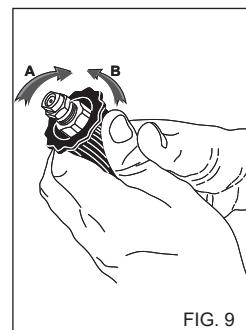

FIG. 9
### UTILIZAÇÃO DA CABEÇA REGULÁVEL (fig. 9).
**2)** Ligue a máquina de lavar, active o comando de sucção do detergente colocado na lança (fig.9) e espalhe a solução sobre a superfície a lavar de baixo para cima. Deixe agir por alguns minutos.